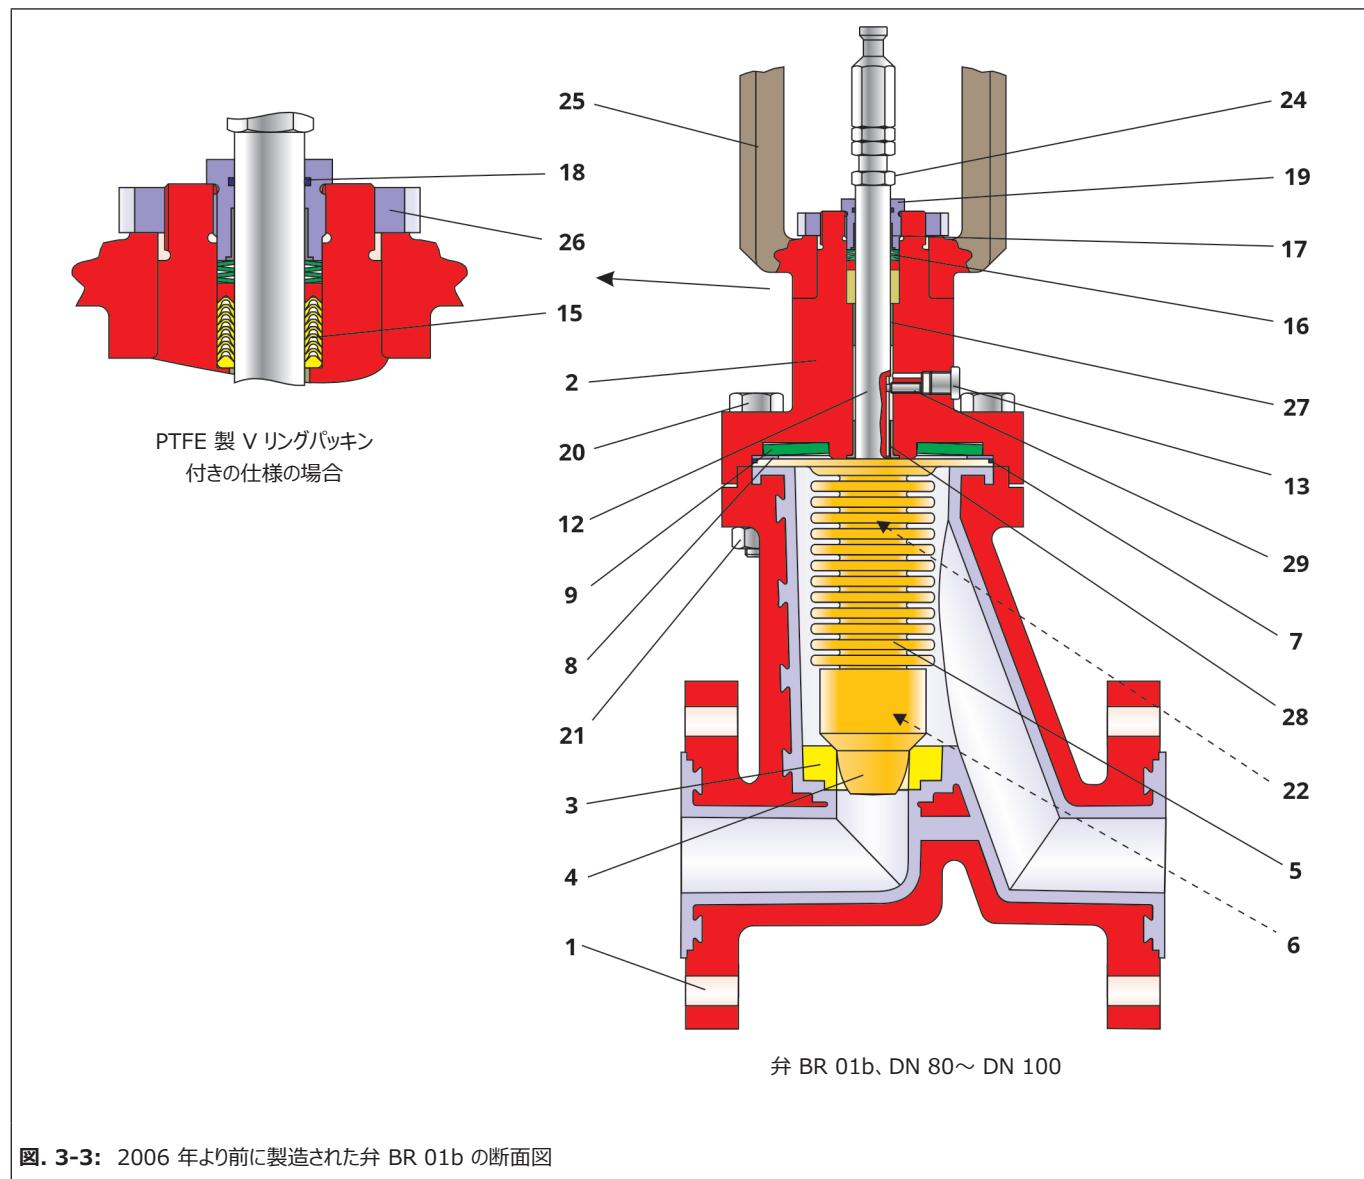

図. 3-3: 2006 年より前に製造された弁 BR 01b の断面図
- ⇒ V リングパッキン（15）V 圧カーリング、PTFE 製 V リング、ファイナルリングを、正しい順序で目的の内径に押し込みます。V リングパッキンの配置については、図面 図. 3-3 を参照してください。
- ⇒ 皿ばね座金（16）のセットを挿入します。皿ばね座金の配置については、図面 図. 3-3 を参照してください。
- ⇒ 皿ばね座金（9）、軸推力カワッシャ（8）、O リング（7）をボンネット（2）に挿入します。各部品の配置については、図. 3-3 を参照してください。